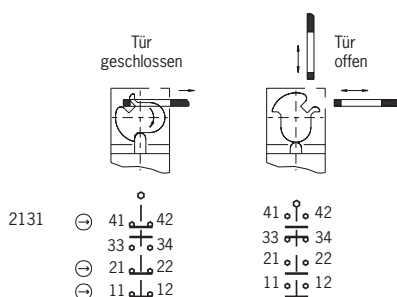

Bild 2: Schaltelemente und Schaltfunktionen
Es muss mindestens ein Kontakt ⊖ verwendet werden. Dieser signalisiert die Stellung der Schutz-einrichtung (Kontaktbelegung siehe Bild 2).
2. Anschließen und Klemmen mit 0,5 Nm anziehen (Kontaktbelegung siehe Bild 2).